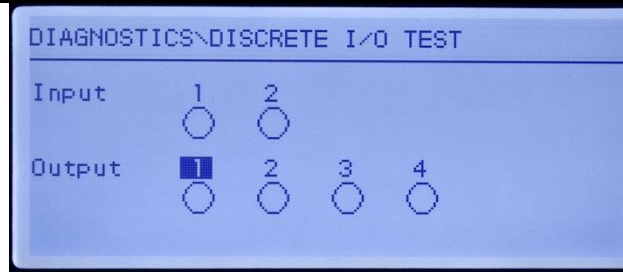

Figura 5-5: Schermata del test I/O discreto
- 2 Premere INVIO per proseguire con la schermata di diagnostica. Quando viene visualizzata la schermata di testo, lo stato dell'input viene mostrato in alto e quello dell'output in basso nel display (Figura 5-5). Viene evidenziato prima Output n. 1.